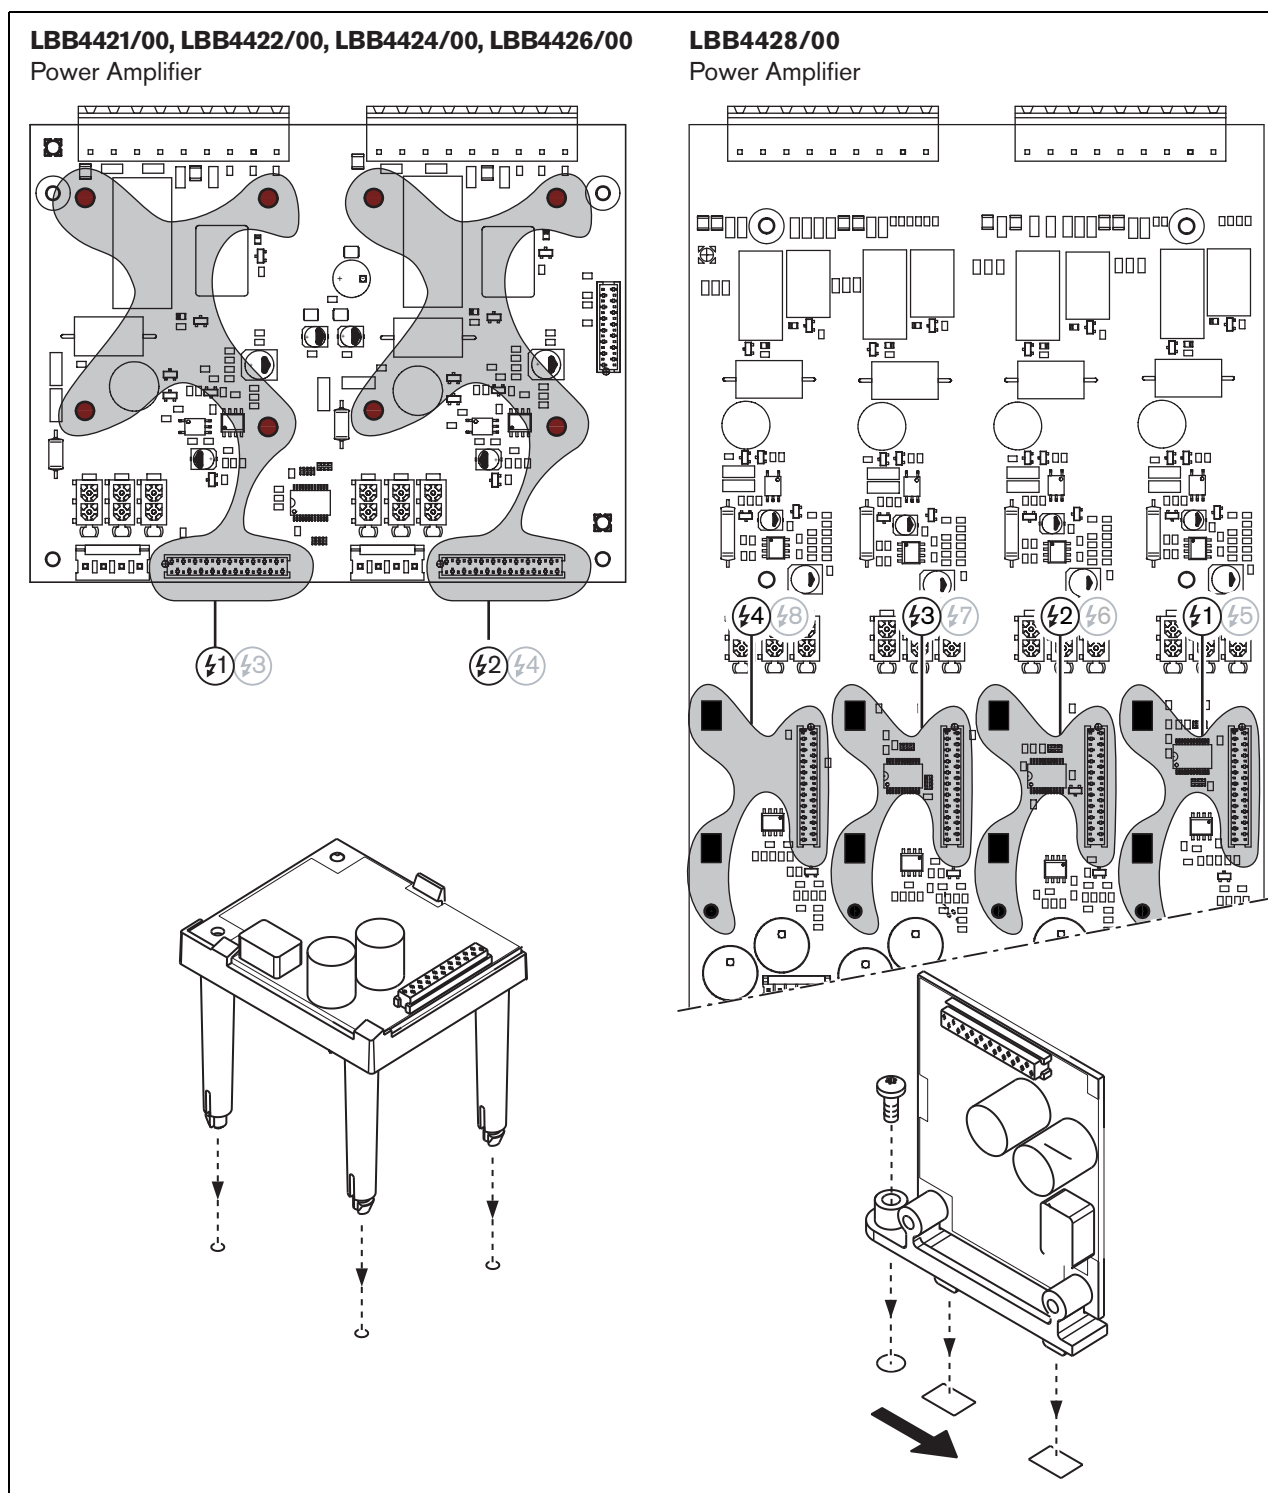

figura 9.4: Montaggio della supervisione-master
- 1 Togliere il coperchio dall'amplificatore di potenza e posizionare la scheda di uscita (vedere figura 9.4).